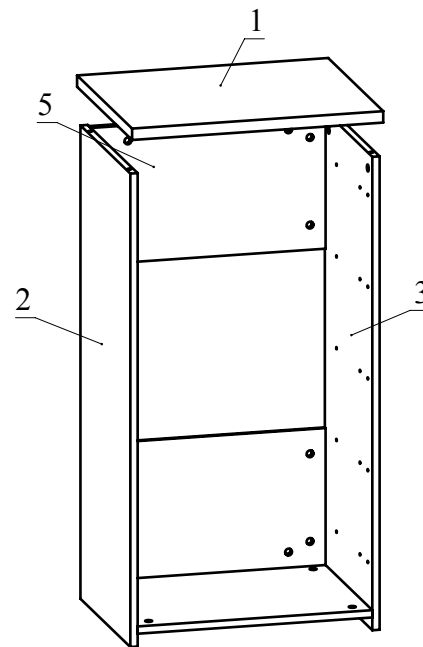

Рис.8
- Установите деталь 1 на детали 2, 3, 5 и зафиксируйте, повернув конфирматным ключом головки минификсов по часовой стрелке до упора (Рис. 8).